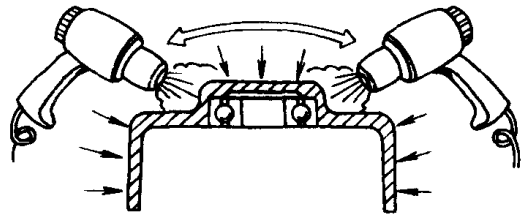

图 1-27 加热法拆卸轴承
2) 在不能使用轴承拆卸工具时,应如图1-27所示用工业用电吹风对轴承孔部壳体慢慢加热,使壳体产生热膨胀从而取出轴承。操作时加热要均匀,防止壳